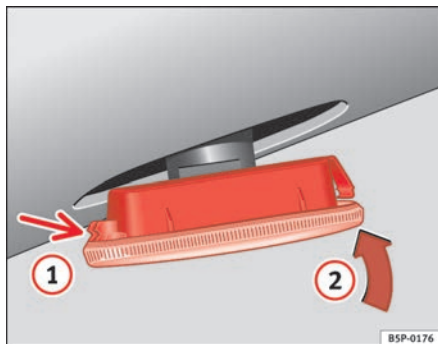

Abb. 197 Seitlicher Blinker
- Setzen Sie den Blinker zuerst in der Aufnahme der Karosserie ein, wobei die Halterungen richtig einrasten müssen ⇒ Abb. 197, Pfeil ①.
- Setzen Sie die Lampe in Richtung Pfeil ② ⇒ Abb. 197 ein. ■